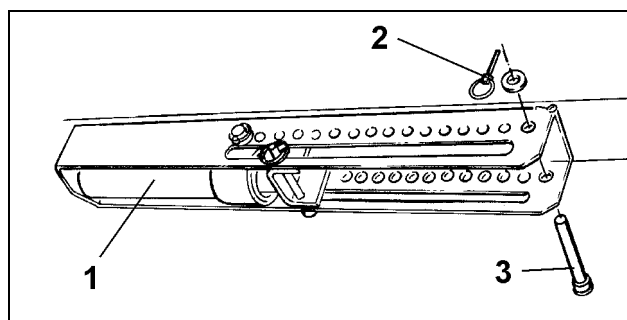

Fig. 76
- Mettez le vérin hydraulique (Fig. 76/1) en échappement.
- Brochez l'axe (Fig. 76/3) dans un des trous de la grille de réglage et goupillez en sécurité avec une goupille agricole (Fig. 76/2).